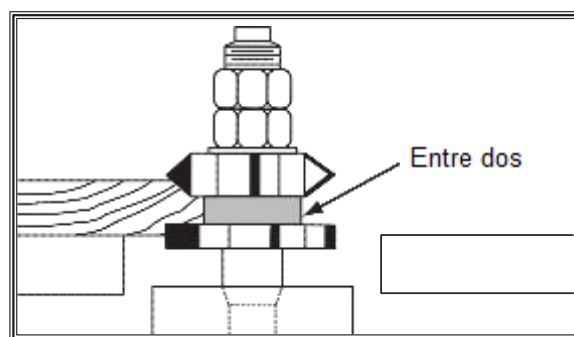

Figura 22. Buje entre dos cortadores.
- **ENTRE DOS FRESAS** como se muestra en la **Figura 22**. Esta forma tiene la ventaja de hacer dos cortes en una sola pasada.